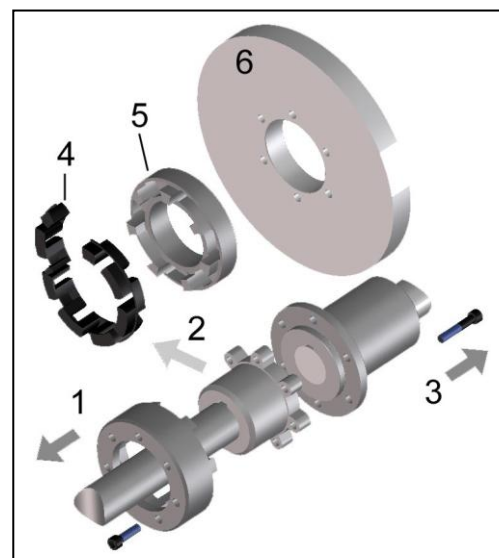

Bild 12
- Entfernen Sie die Befestigungsschrauben am Klauenring und schieben Sie diesen zurück (Bild 12, Pos. 1)
- Schneiden Sie den Zwischenring an einem Verbindungssteg durch (Bild 12, Pos. 4).
- Zum Wechseln der Bremsscheibe entfernen Sie die Zylinderschrauben (Bild 12, Pos. 3) auf der BS-Seite. Nun können Sie den Klauenring (Bild 12, Pos. 5) radial herausnehmen und die Bremsscheibe (Bild 12, Pos. 6) austauschen. Zum Wechseln der Bremsstrommel muss eine Kupplungshälfte axial verschoben werden.